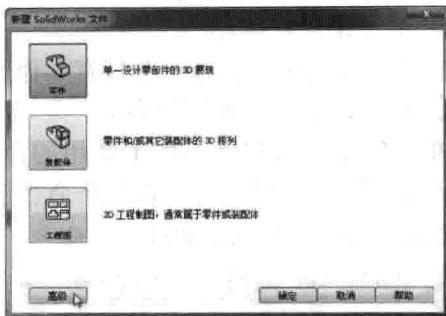
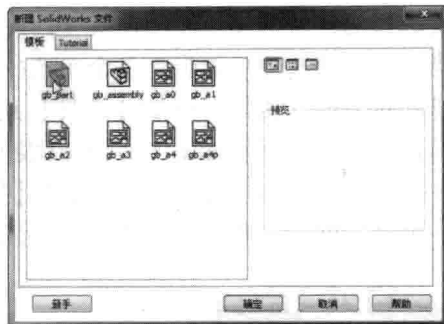

图 1-3 【新建 SolidWorks 文件】对话框
图 1-4 选择自定义模板
2) 单击【文件】/【新建】，弹出【新建 SolidWorks 文件】对话框，SolidWorks 提供三种设计模式，分别为“零件”、“装配体”和“工程图”，如图 1-3 所示；也可以通
过单击图 1-3 左下角的【高级】按钮选择自定义模板，如图 1-4 所示。